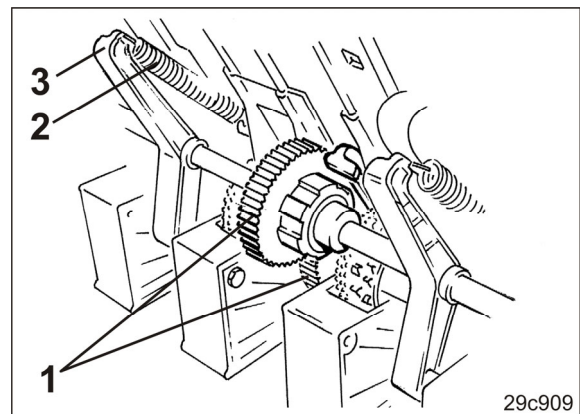

Bild 245
8. För drivaxelkopplingens kuggar (Bild 245/1) och såaxels cylindriska kugghjul i ingrepp.
9. Sätt fast dragfjädrar (Bild 245/2) på styrspindlarna (Bild 245/3).